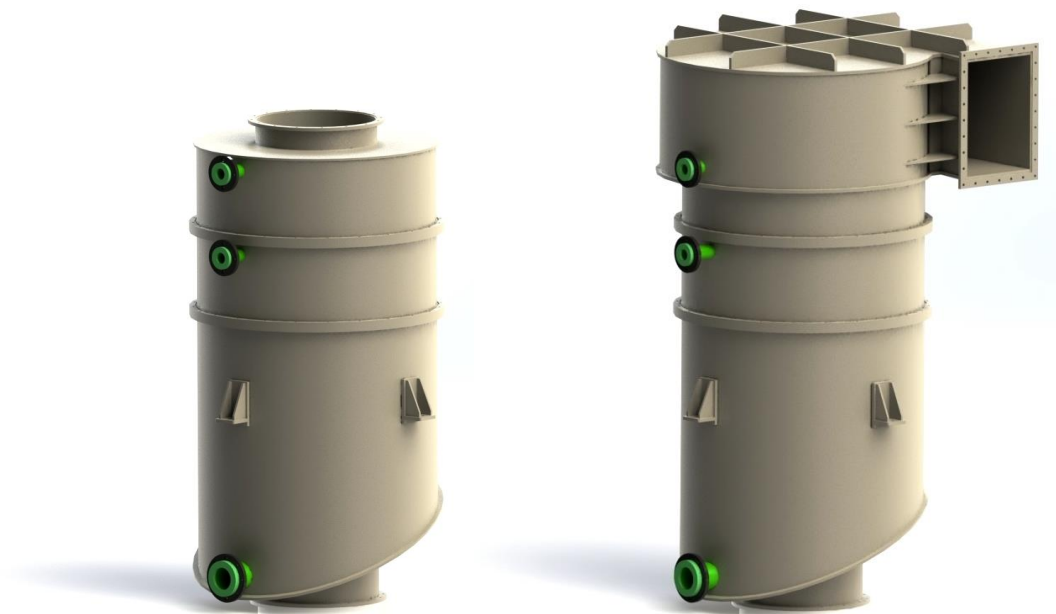

Рис. 5.2 ЦБА с различной конфигурацией камеры входа газа
- коаксиальный вход газа – ЦБА с камерой входа газа сверху (рис. 5.2 слева)
- тангенциальный вход газа – ЦБА с раскручивателем в виде «улитки» (рис. 5.2 справа)